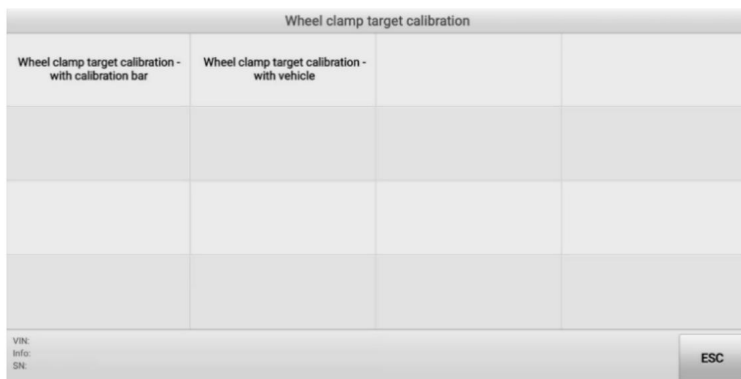

Рисунок 4-26. Выбор метода калибровки.
2. Выберите калибровку мишени зажима колеса — с автомобилем. См. рисунок 4-26.